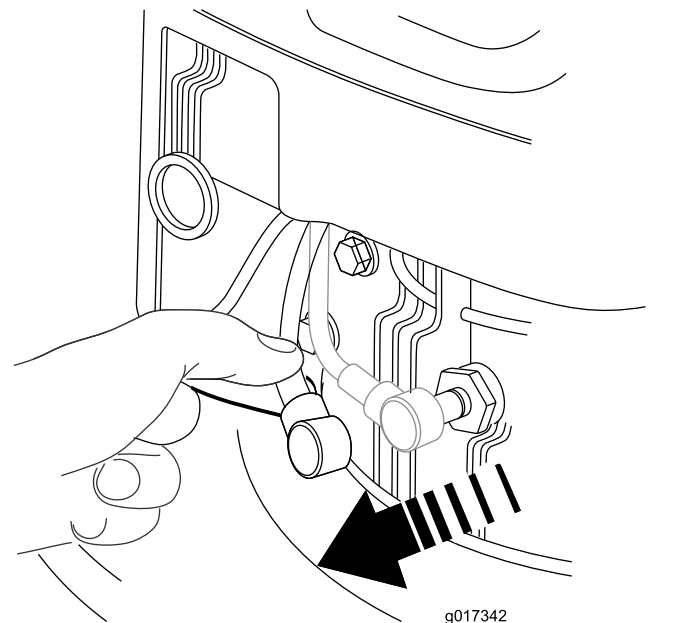

图 19
- 在执行任何维护程序之前应断开火花塞上的火花塞电线 图 19。
2. 断开火花塞上的电线图 19。